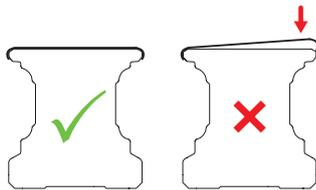

Abb. 5.20 **Korrekt und falsch montiertes Abdeckband**
- ▶ Drücken Sie hierzu den Falz des Abdeckbands zuerst auf der Referenzseite der Profilschiene an, drücken Sie danach beginnend von der Stirnseite den zweiten Falz des Abdeckbandes an, bis das Abdeckband bündig auf der Oberseite der Profilschiene aufliegt, siehe Abb. 5.20.